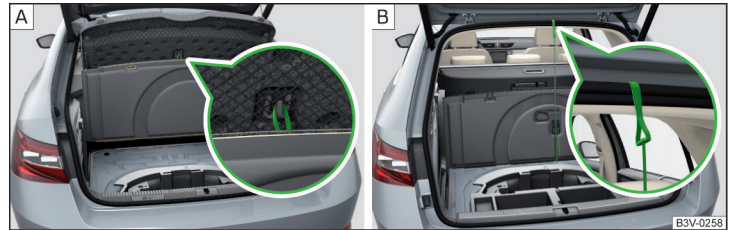

Abb. 142 Bodenbelag befestigen: Variante 1 / Variante 2
**Befestigungsvarianten des Bodenbelags** » Abb. 142